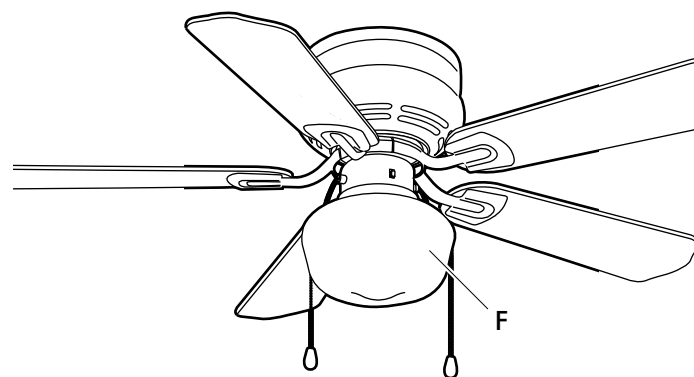

Figura 16
- Instale la pantalla de la lámpara en el adaptador de la lámpara apretando los tornillos de pulgar (Figura 16).